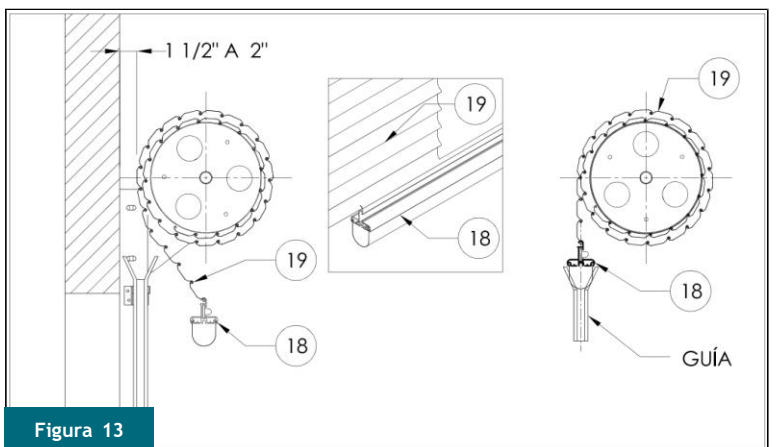

Figura 13
- Libere el rollo (cortina) (19), para Insertar el astragal (ángulo de piso)(18). Figura 13
- Enrolle nuevamente la cortina (19) y Asegúrese de que el eje del sistema de balanceo gire libremente.
- Introduzca la cortina en las guías (19). Figura 13